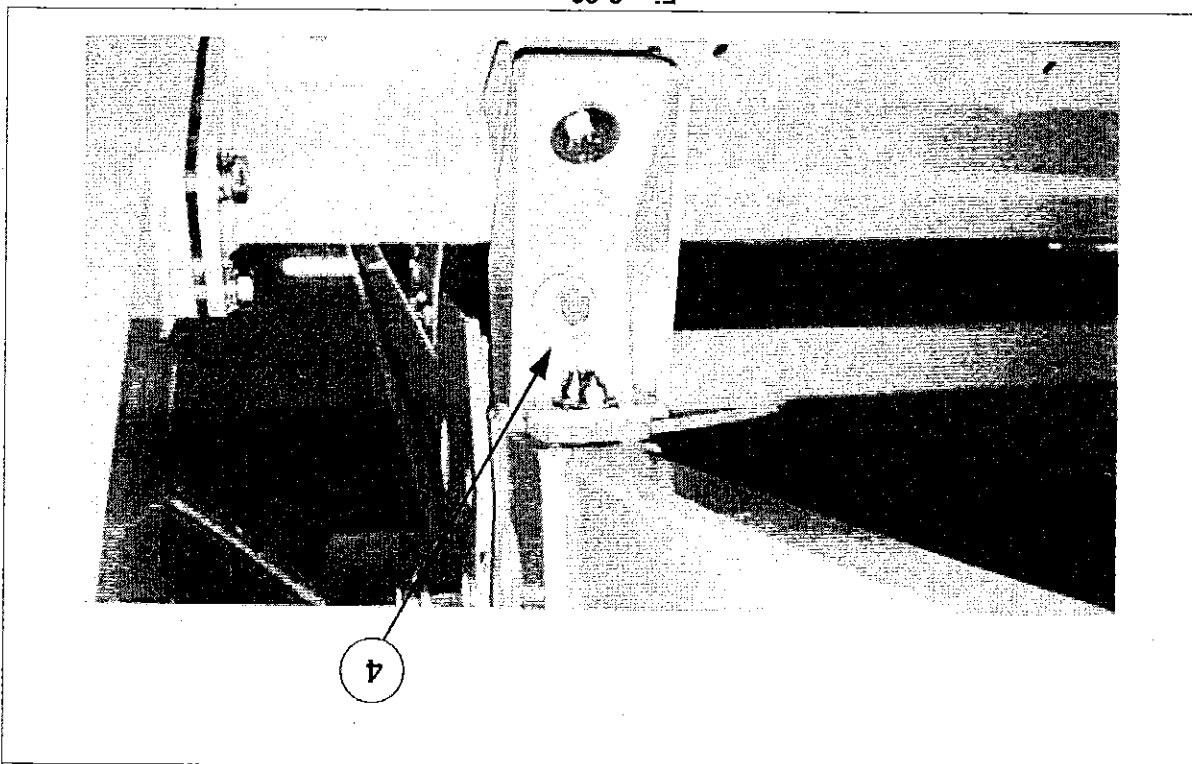

Fig. 8-29
- 1) Svitare la vite part. 1 di fig. 8-29 nelle due staffe che bloccano il nastro